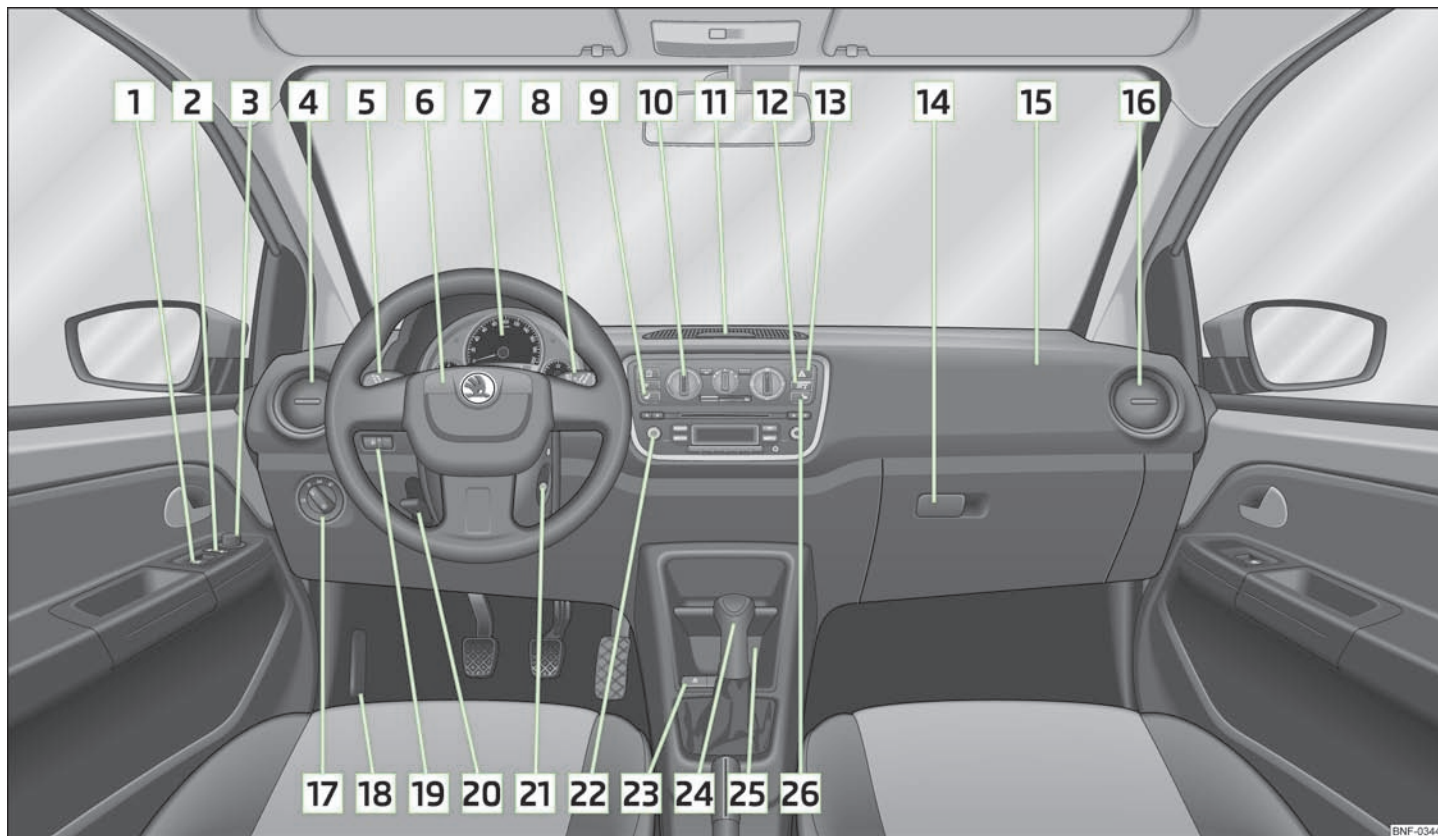

Fig. 1 Posto de condução
- Nos veículos com volante à direita, a disposição dos elementos de comando diverge parcialmente da que é mostrada em » Fig. 1. Todavia, os símbolos dos elementos de comando são idênticos.